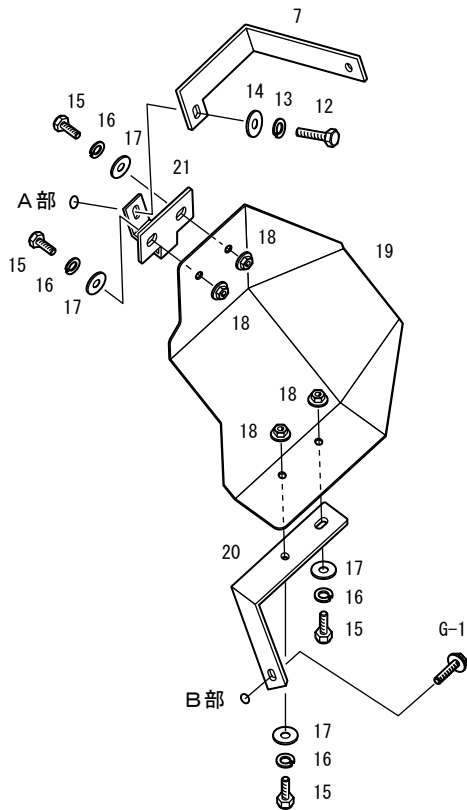
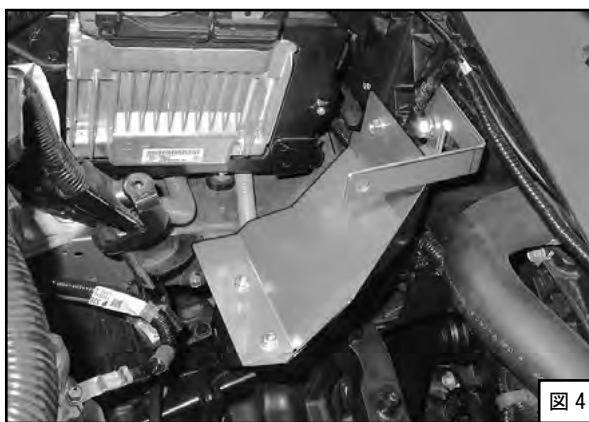
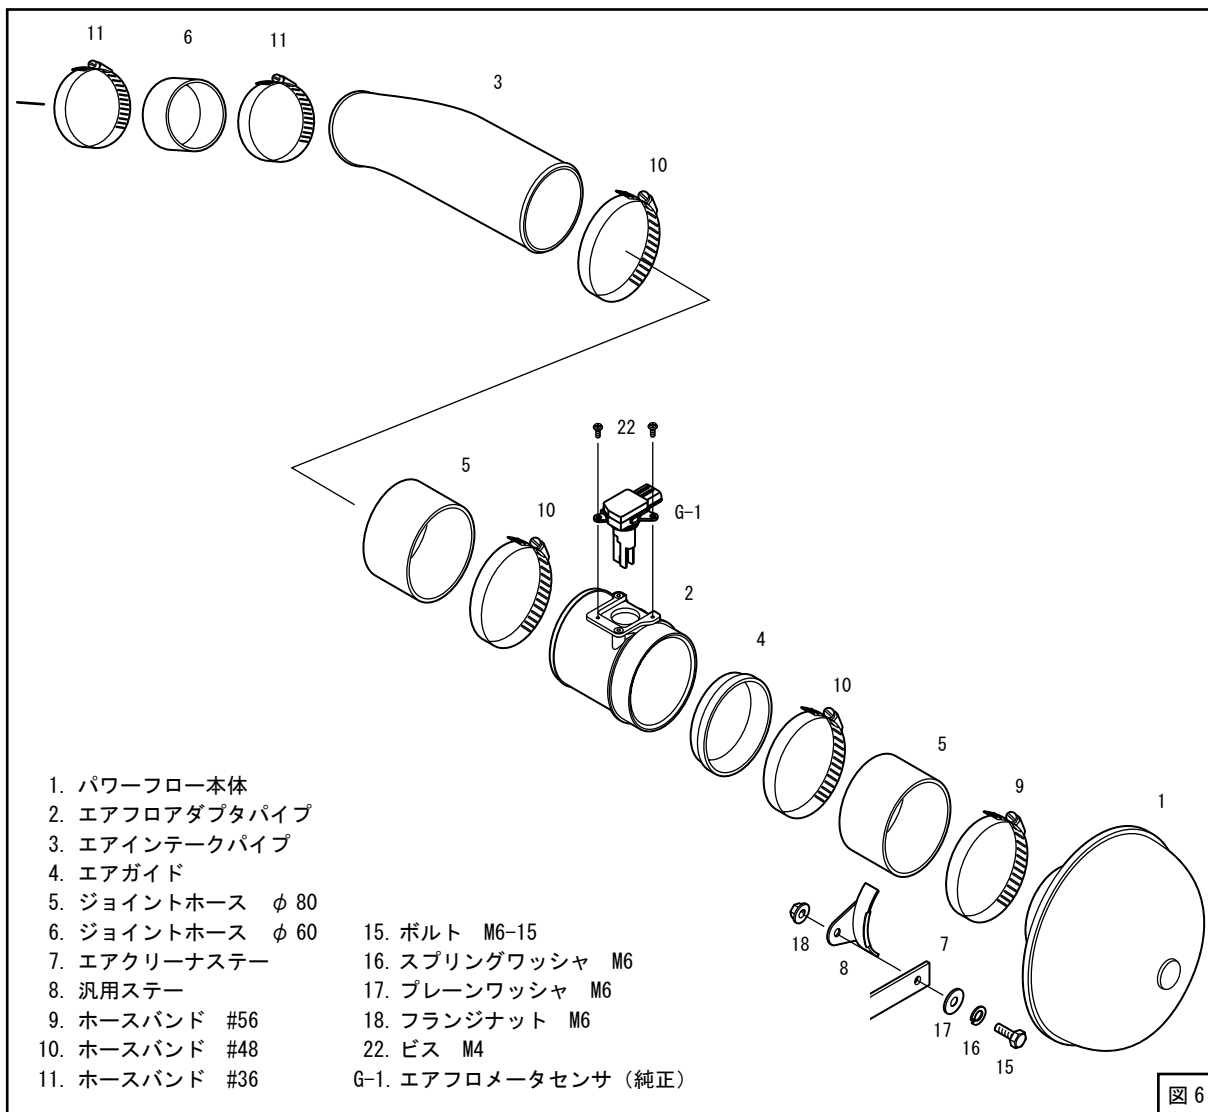
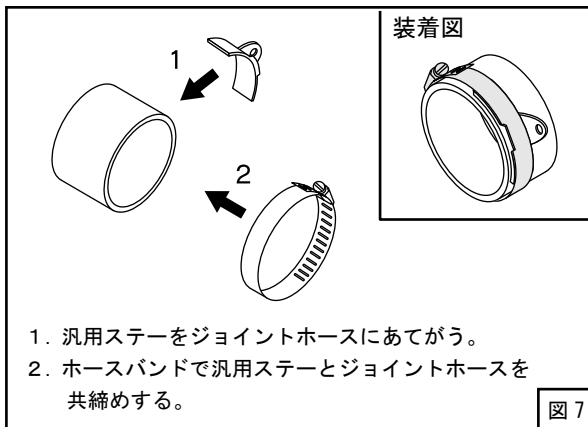

図 3
図 4
図6
図7
(1) ヒートインシュレーターにヒートインシュレーターステーを取付けてください。(図3)
(2) A部のボルトを外してください。(図3)
(3) B部のボルトをいったん外し、ヒートインシュレーターとエアクリーナステーを仮付けしてください。(図3、図4)
- (4) エアフロメータセンサのOリング（純正）がサククションパイプに噛み込まないようにしながら図5の位置に行くことを確認し、キットパーツのM4ビスを使用して取付けてください。この時ビスを締めすぎないようにしてください。（締付けトルク 2.0～3.0N・m{0.2～0.3kg・m}）（図5、図6）
(図4、図5、図6、図7)